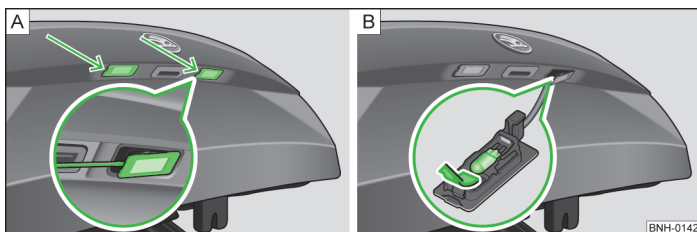

Fig. 174 Demontarea lămpii pentru numărul de înmatriculare / Înlocuirea becului
- ▶ Așezați o șurubelniță dreaptă în locul marcat cu săgeată » fig. 174 - **A**, apăsați ușor și deblocați arcul.
- ▶ Scoateți becul defect din suport, în sensul săgeții » fig. 174 - **B**.